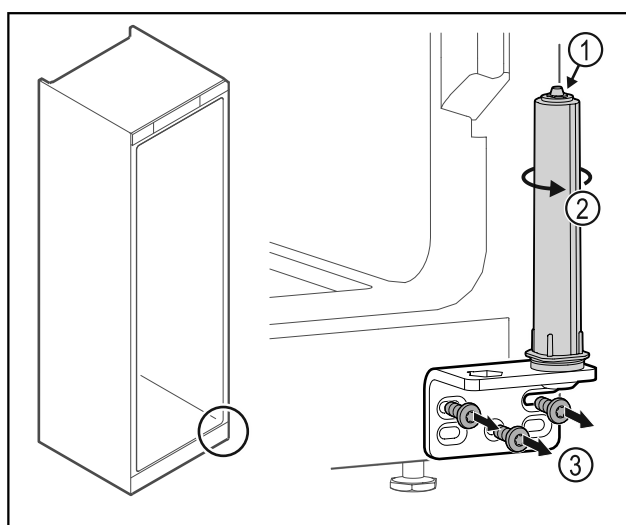

Fig. 38
- ▶ Ärge võtke ukسلukustussüsteemi lahti Fig. 38 (1).
- ▶ Keerake sulgemissüsteemi Fig. 38 (2), kuni see klõpsub.
- ▶ Kruvige šarniirnergik maha Fig. 38 (3).